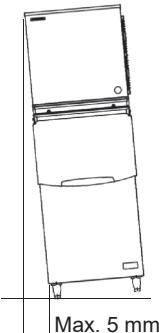

Abb. 2
* Abgabeeinheit/Eisaufbewahrungsbehälter in allen vier Richtungen nivellieren. Bei Verwendung eines Eisaufbewahrungsbehälters die Füße des Eisaufbewahrungsbehälters nivellieren. Siehe Abb. 2.